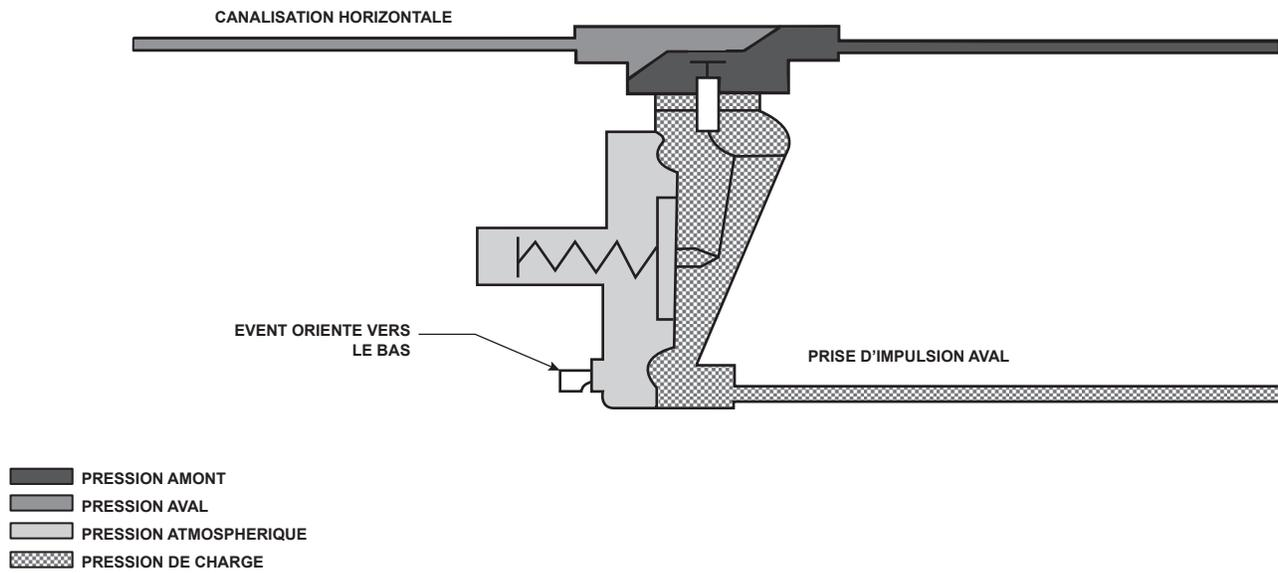

Figure 3. Schéma de purge de l'actionneur du Type T205B
2. Le détendeur peut être installé dans n'importe quelle position, dès lors que le sens d'écoulement est conforme à la direction indiquée par la flèche moulée sur le corps. Pour obtenir les débits spécifiés aux basses consignes, il est recommandé d'orienter la boîte à ressort vers le bas comme illustré sur la Figure 1. Pour une purge complète de l'actionneur, il convient que le détendeur soit installé comme illustré Figure 3. Si l'installation ne peut pas être arrêtée lors de l'inspection ou de l'entretien, installer un by-pass autour du détendeur.